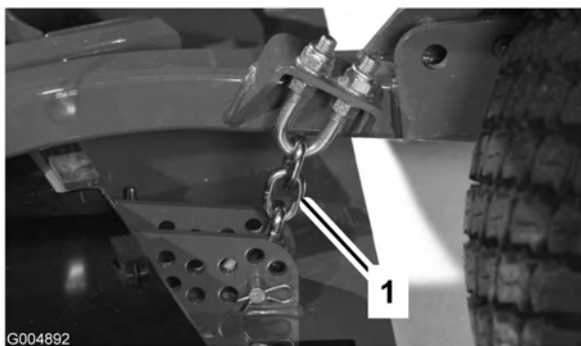

Figura 81
3. Retire o contrapino tipo grampo e pino de segurança que fixam as correntes da altura de corte à traseira da unidade de corte (Figura 81).